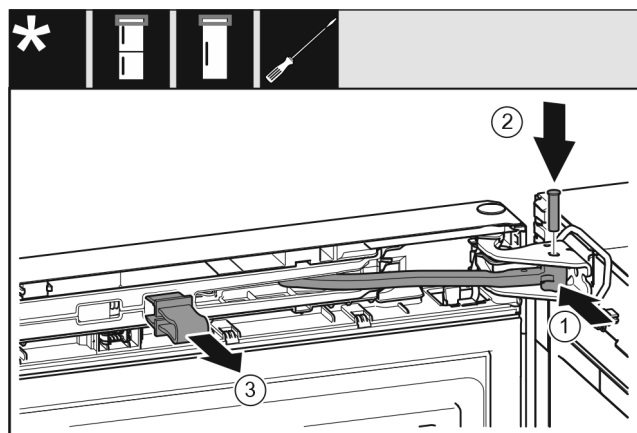

Fig. 42
- ▶ Okrenite zglobov Fig. 42 (1) u podlošku ležaja.
- ▶ Umetnite svornjak Fig. 42 (2) u podložak ležaja i zglobov. Pritom se pobrinite za to da uskočna izbočina ispravno leži u utoru.
- ▶ Skinite osigurač Fig. 42 (3).